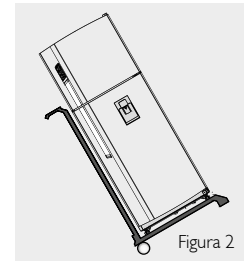

Figura 2
- Inclinar levemente de costado (hacia el lado contrario de las bisagras de las puertas (Ver figura 2).